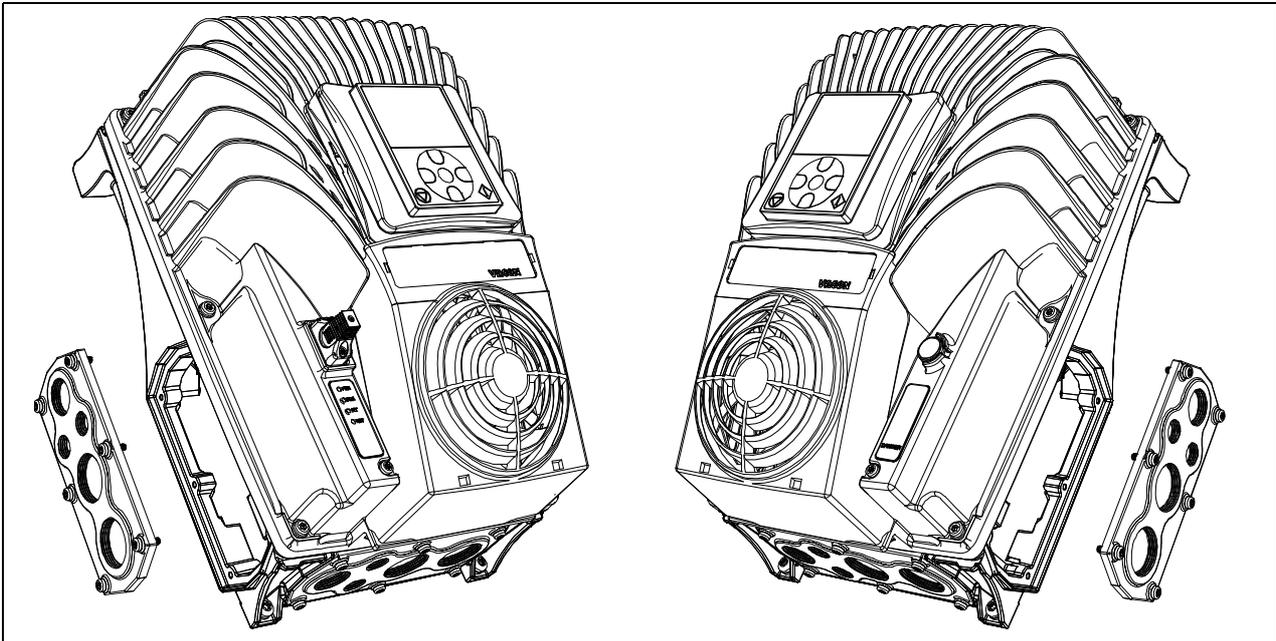

Figura 44. Desconecte la placa de entrada de cables: ejemplo de MM5.
- Retire la placa de entrada de cables del lado izquierdo del convertidor si el interruptor de alimentación debe montarse en ese lado. De lo contrario, retire la placa de entrada de cables del lado derecho. Consulte la Figura 44.